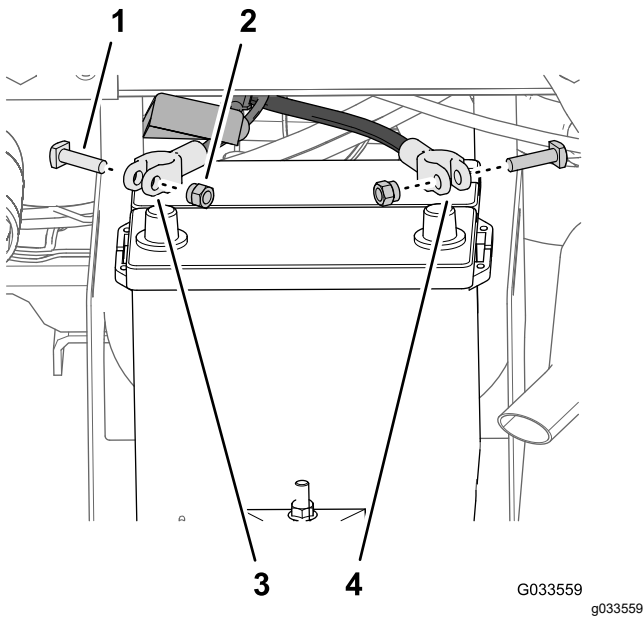

Figura 27
1. Demontai piuliile și uruburile în T de la clemele cablurilor de baterie pozitive și negative (Figura 27).